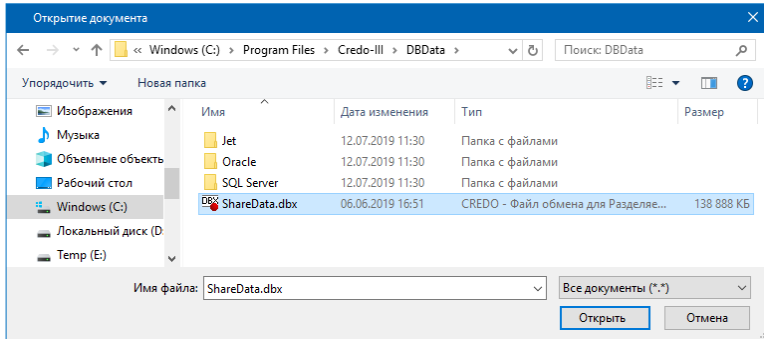

Рис. 2.3
- В стандартном диалоге открытия документов следует указать файл формата DBX и нажать кнопку **Открыть** (рис. 2.3).